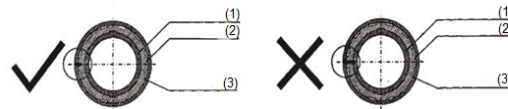

Fig. 5
- El eje y el adaptador de accionamiento deben fijarse por igual con tornillos avellanados autorroscantes de 4×10. La punta del tornillo no debe penetrar en la carcasa, de lo contrario el accionamiento del dispositivo interno puede resultar dañado (Fig. 5).